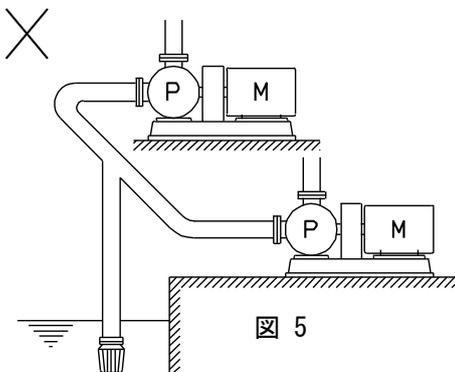

図 5
- (e) 吸込配管を図 5 のように分岐しないようにしてください。1 台運転のとき、停止中のポンプから空気を吸い込み、揚水不能となる場合があります。